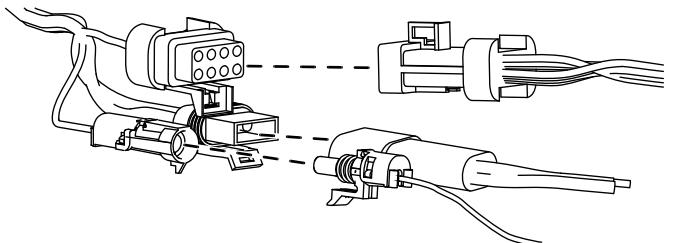

Bild 6
2. Schließen Sie den Kabelbaum am Kabinenkabelbaum an (**Bild 6**).